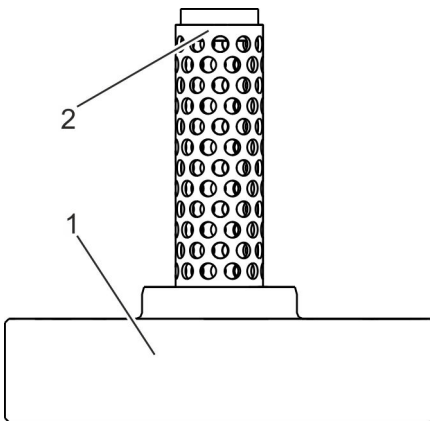

Abb. 12: Deckel ablegen
5. ➔ Deckel (Abb. 12/1) so ablegen, dass Siebzylinder (Abb. 12/2) nach oben gerichtet ist.